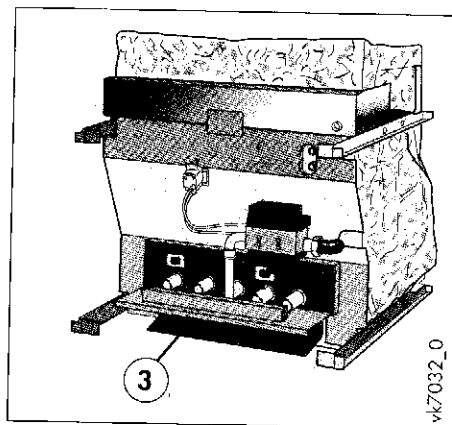

Рис. 15.2.9 Установка поддона
- Тщательно очистите газоходы теплообменника (1) щёткой для чистки (2).
- Вытащите поддон (3), очистите его и установите на место. (Рис. 15.2.9)(Зак. No. 99-0297)